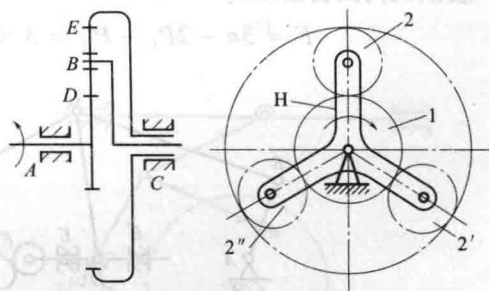

图 1-17 差动轮系
④机构中对运动不起作用的对称部分引入的约束为虚约束。如图 1-17 所示的差动齿轮系，只需要一个齿轮 2 便可传递运动。为了提高承载能力并使机构受力均匀，图中采用了 3 个完全相同的行星轮对称布置。这里每增加一个行星轮（包括两个高副和一个低副）便引入一个虚约束。